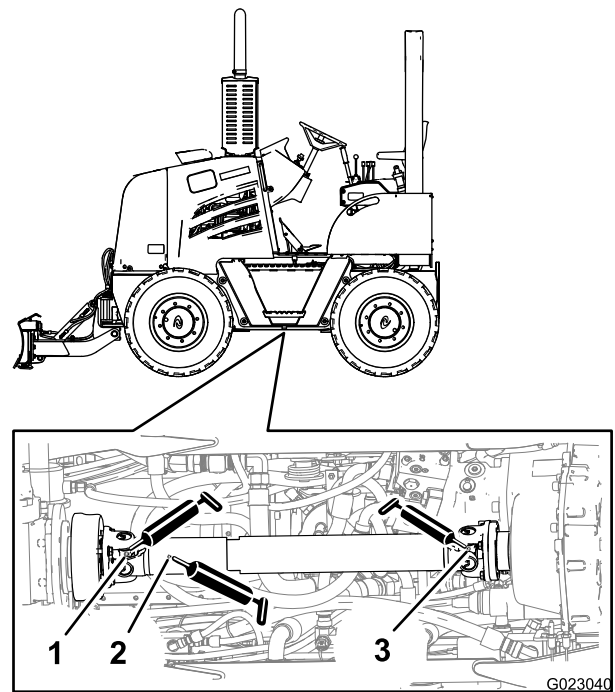

Рисунок 32
2. Подсоедините смазочный шприц к масленке скользящей муфты в переднем конце ведущего вала; введите консистентную смазку в масленку, сделав 2-3 качания шприцом (Рисунок 32).